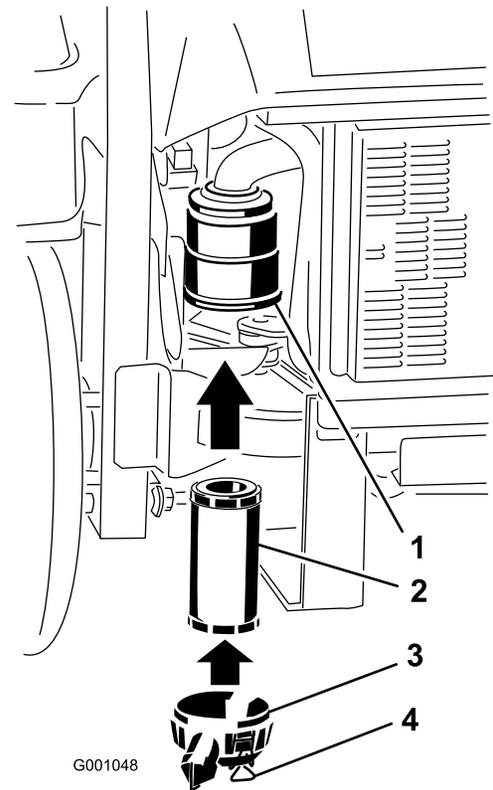

Рисунок 55
- Осторожно вставьте фильтр в корпус фильтра (Рисунок 55).
- Установите крышку воздухоочистителя и закрепите ее защелками (Рисунок 55).